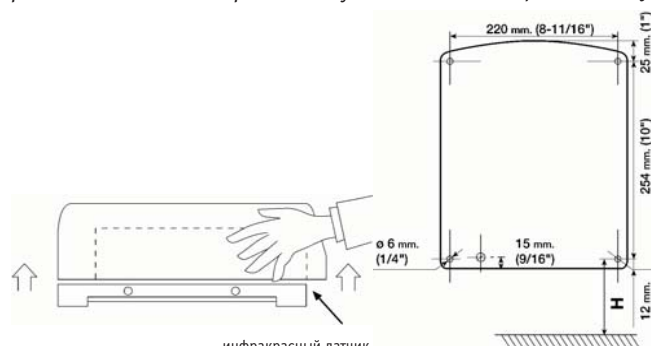

рис. 5 Снятие крышки прибора рис. 6 Монтажный шаблон
-Снять с сушилки крышку вертикально вверх (см. рис. 5), следя за тем, чтобы не повредить находящиеся внутри сушилки детали и не повредить саму крышку.